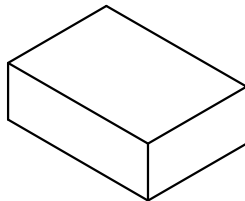

图3 内盒包装
- 2: 如图3, 每内盒装5小袋, 装盒后贴上物料标签, 数量为5X500pcs。